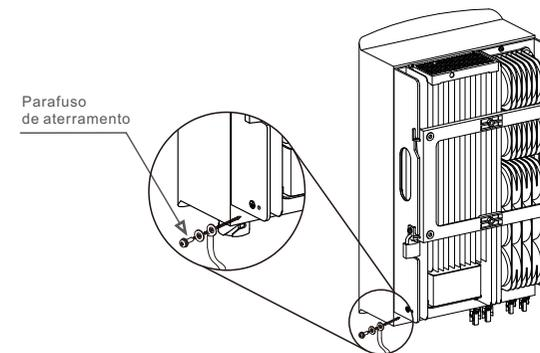

Figura 5.10 Cabo fixo
- 6) Conecte o cabo de aterramento ao ponto de aterramento no dissipador de calor e aperte o parafuso de aterramento. O torque é de 3 Nm (consulte a figura 5.10).